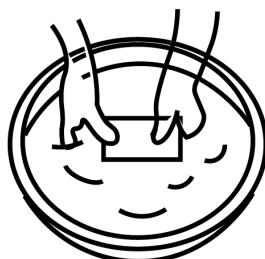

Bild 14
- Tvätta filtret försiktigt i ljummet tvålsvatten, bild 14.